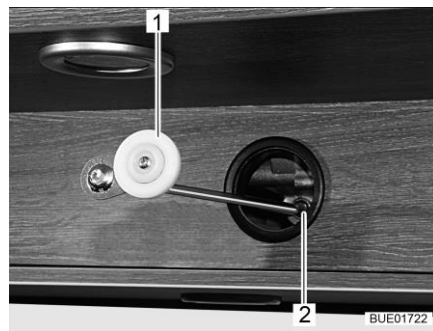

Bild 142 Mekanisk betjäning, drev
- Stick den medföljande veven (Bild 142,1) eller insexnyckeln i hållaren vid motorn (Bild 142,2).